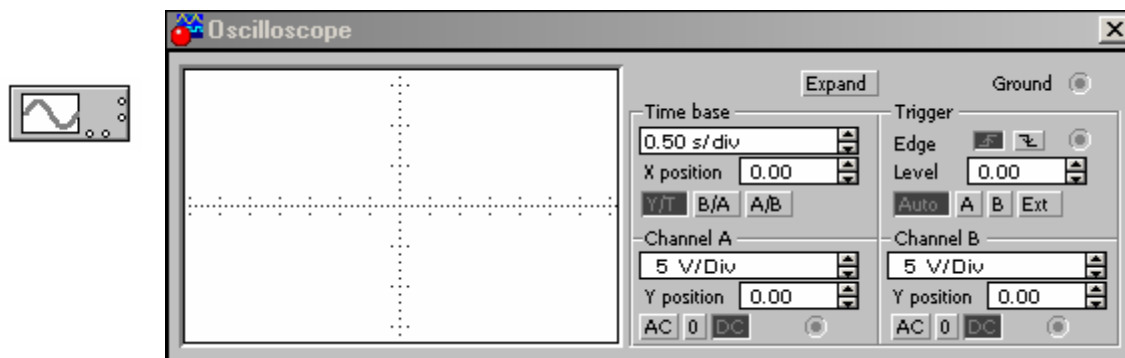

Рис. 16. Лицевая панель осциллографа
**Осциллограф (Oscilloscope, рис. 16)** имеет два канала (**CANNEL**) **A** и **B** с отдельной регулировкой по чувствительности в диапазоне от 10 мкВ/дел ( $\mu V/Div$ ) до 5 кВ/дел ( $kV/Div$ ) и регулировкой смещения по вертикали (**Y POS**). Выбор режима по входу осуществляется нажатием кнопок **AC**, **O**, **DC**.